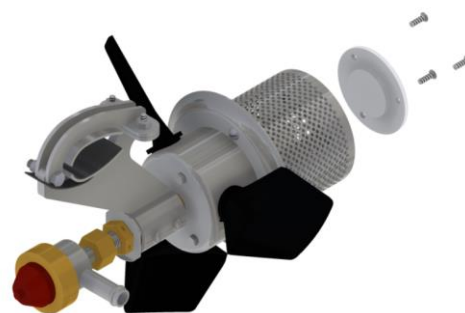

Figura 07:
- Com a chave de fenda retire os 3 parafusos da tampa da tela (figura 07).